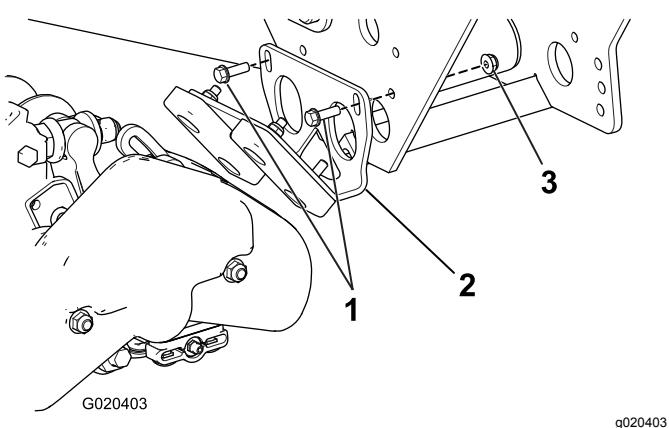

図 29
43. 22" カッティングユニットの場合のみ バンパーアセンブリを機体に取り付けるボルト2本とロックナットを使用 図 29。